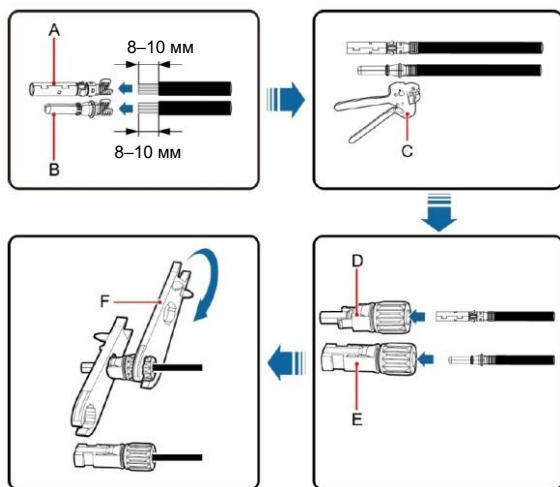

Рис. 5.2 Соединение разъема постоянного тока MC4 и фотовольтаического кабеля
(1) Как показано на рис. 5.2, подключите выходной провод фотовольтаического кабеля к разъему постоянного тока инвертора. Ослабьте крепежную гайку разъема; снимите 15 мм изоляционного слоя кабеля постоянного тока и с помощью обжимных клещей плотно прижмите стандартную металлическую клемму. Момент затяжки водонепроницаемой части на конце составляет 2,5–3 Нм. Способ подключения положительного и отрицательного разъемов одинаковый. Убедитесь, что положительный и отрицательный полюса фотовольтаического кабеля правильно соответствуют положительному и отрицательному разъемам, затем прочно соедините их;